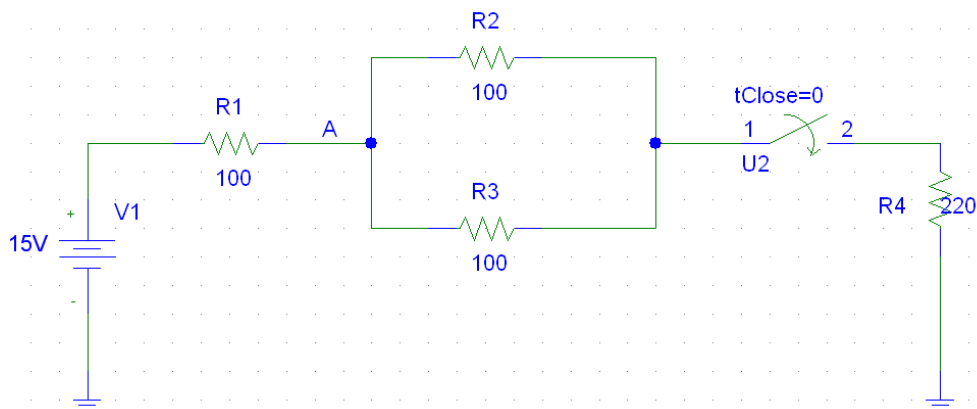

Figura 4: Circuito de continua con resistencias e interruptor.
- f) Vamos a simular ahora el circuito de la Figura 4, es decir, un circuito con un interruptor abierto. Para ello, hay que modificar el circuito anterior para añadir un interruptor (*switch*) que abre el circuito (*Draw/Get New Part* y *Sw_tClose*).